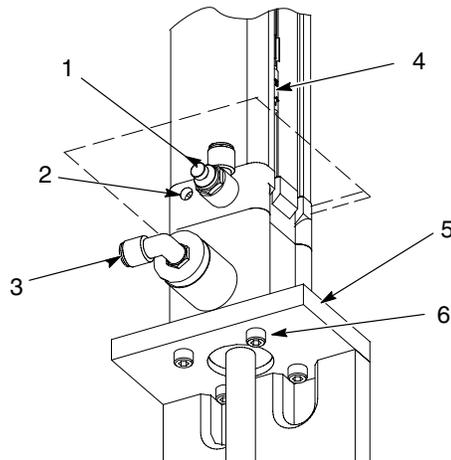

Figura 8-7 Válvula de control de flujo del cilindro y ajuste del tope acolchado (extremo de la varilla)
5. Ver la figura 8-7. Desconectar el tubo de aire de las válvulas de control de flujo arriba y abajo (1) en la parte superior e inferior del cilindro.
6. Desconectar el tubo de aire de los bloqueos del cilindro (3).
7. Extraer los interruptores de proximidad (4) y los soportes de las ranuras del cilindro.
8. Una persona debe sujetar el cilindro mientras otra extrae los cuatro tornillos de cabeza hexagonal (6) de la parte inferior de la placa de montaje del cilindro (5).
10. Ver la figura 8-7. Elevar y descender el conjunto de lanza y ajustar las válvulas de control de flujo para una carrera completa de 6 segundos en cada dirección.